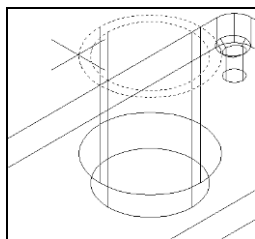

Рис. 2.13
- выделить верхнюю окружность (рис. 2.13)